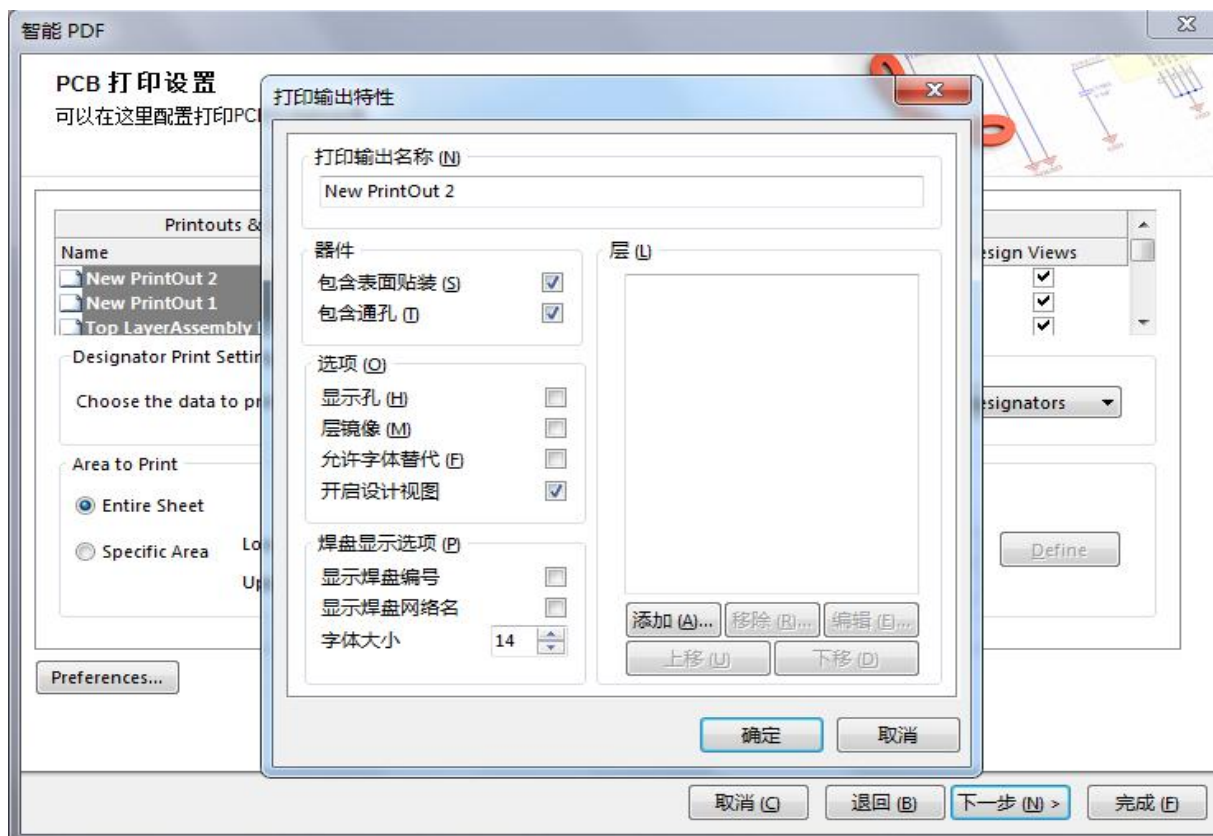

图5-17
(1) 同样执行PDF输出设置向导。在输出栏目条上，单击鼠标右键，输出层的添加如图5-16所示，单击“Insert Printout”选项，插入需要输出的层，然后重复操作，之后会添加默认名为“New Printout x”打印层。这些Printout层都是空的，在Printout层图标上双击，就出现该打印输出的设置窗口，如图5-17所示，在这里可以对打印输出栏目条的名字重新命名，这样便于在输出PDF后快速查找查看。